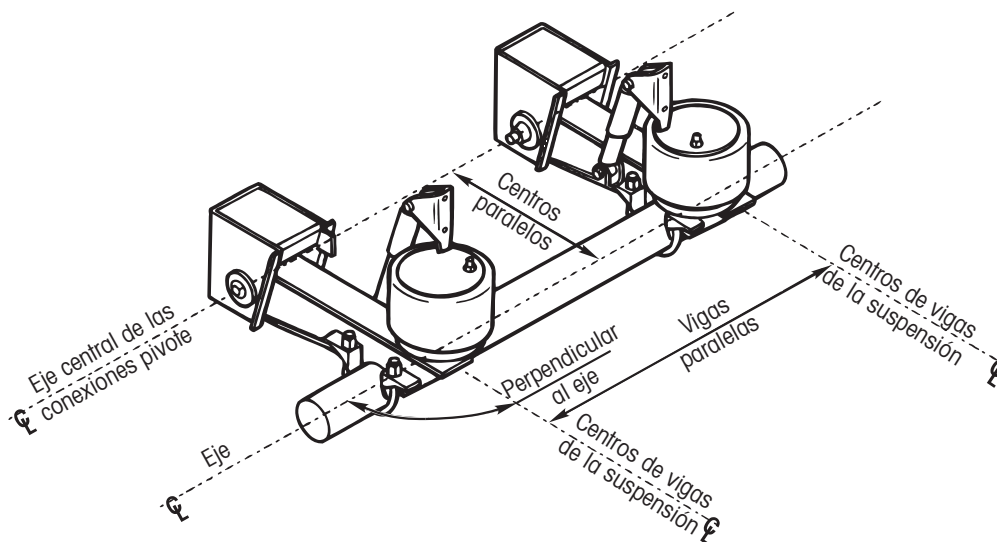

Figura 2: Factores de colocación de los componentes
- La **adecuada ubicación de los componentes** de la suspensión, relativos unos con otros así como con otros componentes del remolque, **es crucial** para extender la vida del componente. Los tres factores más importantes en esta relación son los siguientes (consulte la Figura 2):